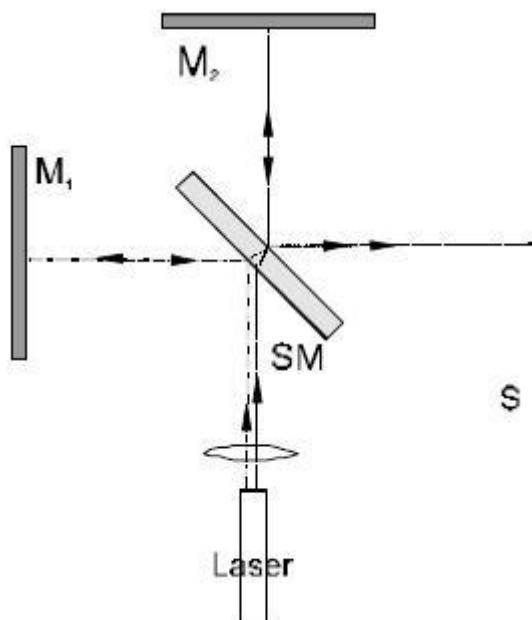

Fig. 2 Experimenteller Aufbau Michelson-Interferometer (M₁, M₂ = Spiegel, SM = halbdurchlässiger Spiegel, S = Mattglasschirm)
- Laser ungefähr in der Mitte an der Längsseite der Tafel platzieren (Fig. 2) und den Laserstrahl parallel zur Grundplatte ausrichten (siehe Bemerkungen).
- Halbdurchlässigen Spiegel zwischen Laser und Spiegel M₂ stellen (siehe Fig. 2). Der Winkel zwischen dem halbdurchlässigen Spiegel und der Achse des Laserstrahls sollte möglichst genau 45° betragen.
- Mattglasschirm gemäß Fig. 2 aufbauen. Der Laserstrahl sollte in der Mitte darauf treffen.
Beim Aufbau gemäß Fig. 2 ist es wichtig, dass die sich überlagernden Kreiswellen nur einen kleinen Winkel bilden. Dann ist das Interferenzmuster in der Fläche I sichtbar (siehe Fig. 3a). Ist der Winkel zu groß (Fig. 3b), kann die Interferenz nicht beobachtet werden. Deshalb ist es wichtig, dass der Laserstrahl so ausgerichtet ist, dass er parallel zur Grundplatte verläuft und nach der Reflektion an den Spiegeln M₁ und M₂ weiter parallel verläuft.